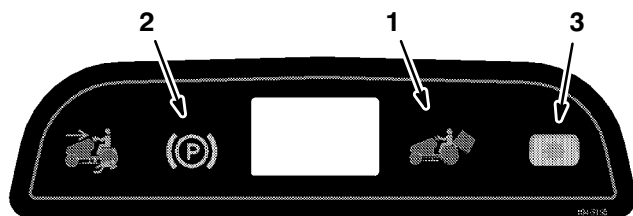

Abbildung 4
**Hinweis:** Die Feststellbremsenlampe am Armaturenbrett leuchtet auf, wenn die Feststellbremse angezogen ist (Abb. 4).
**Hinweis:** Die Mähwerkklampe am Armaturenbrett leuchtet auf, wenn das Mähwerk eingekuppelt ist (Abb. 4).
Wenn der Graskorb voll ist und geleert werden muss, leuchtet die Warnlampe auf (Abb. 4) und ein Summton ertönt.